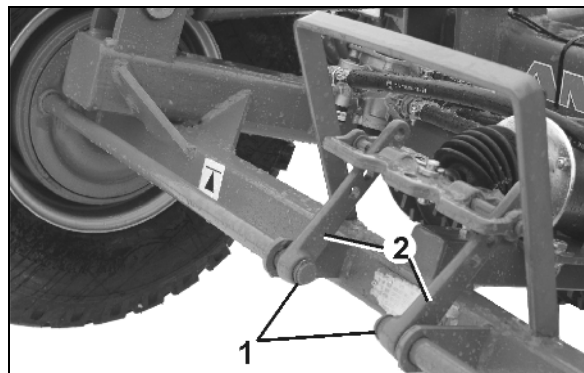

Fig. 37
1. Trageți de inel în lateral ventilul de drenare, până când nu mai este evacuată apă din rezervorul de aer (Fig. 37/1).